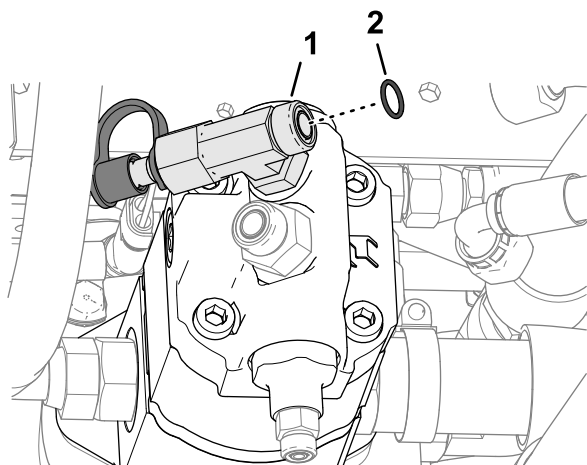

Figure 134
1. Retirez le joint torique de la face du raccord en T au bout de la pompe hydraulique (Figure 134).
2. Placez un joint torique 12,4/1,8 mm (0,489/0,070 po) neuf dans la rainure du raccord en T (Figure 134).